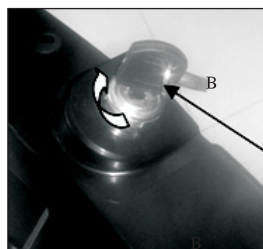

Fig. 2C B. Sleutel
c) Voor elektrische start: Plaats sleutel en draai met de klok mee voor elektronische ontsteking. (Fig 2C)